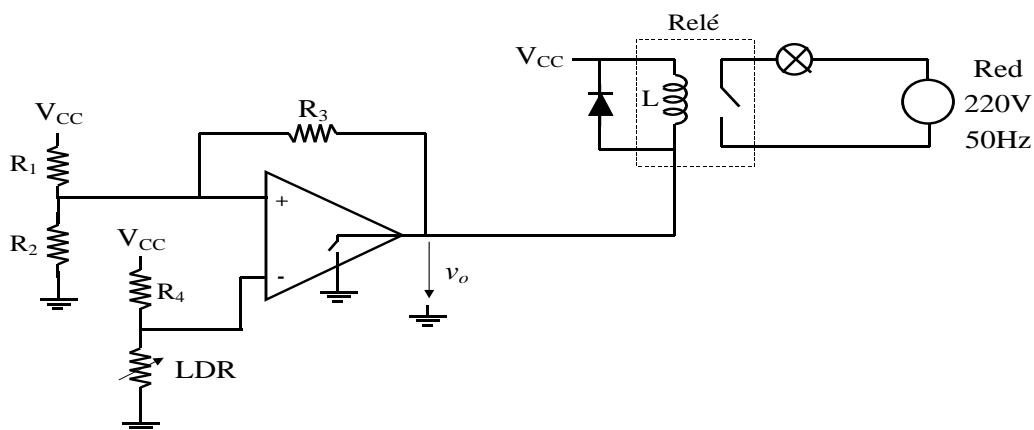

Figura 6.12. Control por histéresis de un sistema de iluminación nocturna
El sistema de la figura 6.12 es un ejemplo de sistema controlado por Histéresis. Consta de:
El circuito correspondiente se muestra en la figura 6.12.
- Monta el circuito de la figura 6.12 con el potenciómetro que forma la resistencia  $R_3$  ajustado aproximadamente a la mitad de su valor y sin conectar el conjunto [ $R_4$  + sensor LDR]. Conectando la patilla inversora del LM311 sucesivamente a tierra y a la tensión de alimentación del circuito se asegura que la salida del LM311 pase de cerrado a abierto. Realiza ese ensayo para determinar los dos posibles valores que puede tomar la patilla no inversora del LM311 (denominaremos a dichos valores como “límite superior e inferior de comparación”).